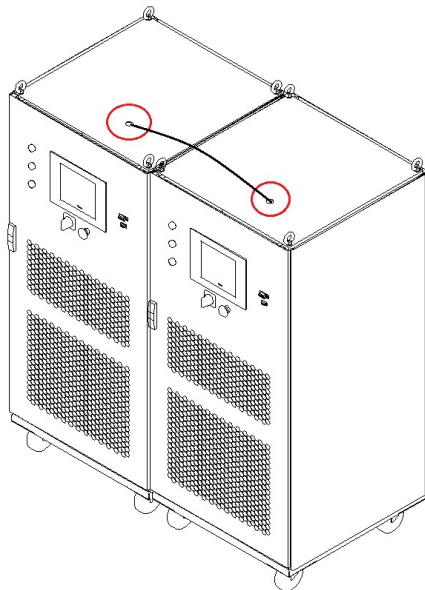

图 2-9 机柜顶部穿线孔
**步骤一：**将光纤线缆从机柜顶部的穿线孔穿入，如图 2-9。